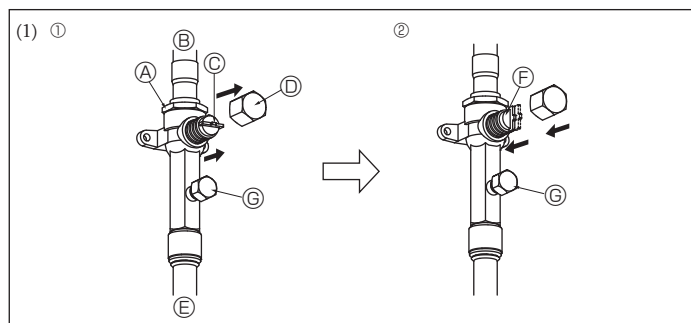
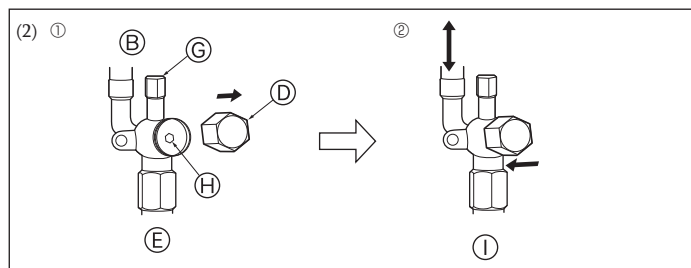

Fig. 4-11
Fig. 4-12
- (1) Գազի կողմ (Fig. 4-11)
- ① Հեռացրեք կափարիչը, քաշեք բռնակը դեպի ձեռք և պտտեք 1/4 պտույտ ժամացույցի սլաքին հակառակ՝ բացելու համար:
- ② Համոզվեք, որ փակիչ ծորակը ամբողջությամբ բաց է, սեղմեք բռնակը և վերադարձրեք կափարիչը իր սկզբնական դիրքի:
- (2) Շերտի կողմ (Fig. 4-12)
- ① Հեռացրեք կափարիչը և պտտեք կափույրի ձողը ժամացույցի սլաքի հակառակ ուղղությամբ մինչև հենակ՝ օգտագործելով 4 մմ վեցանիստ մանեկադարձակ: Դադարեք պտտել մինչև կոթը չհանդիպի հենակին: (06,35՝ մոտավորապես 4,5 պտույտ) (09,52՝ մոտավորապես 10 պտույտ)